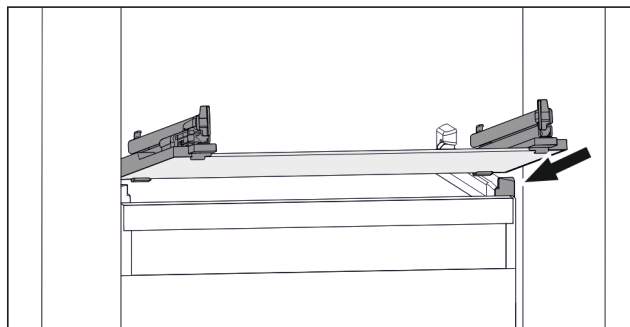

Fig. 159 Primjerm prikaz staklene ploče
- ▶ Stavite ladicu ukoso iza zaustavljača. (pogledajte Fig. 159)